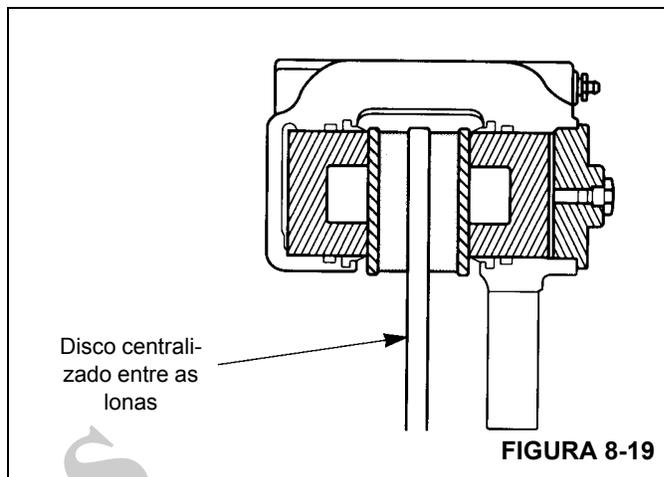

FIGURA 8-19
- b. Os calços devem ser de aço, totalmente lisos e paralelos e devem cobrir toda a superfície de montagem do cubo ou da carcaça. As lonas devem se mover livremente na carcaça e entre as placas de extremidade (Figura 8-19).